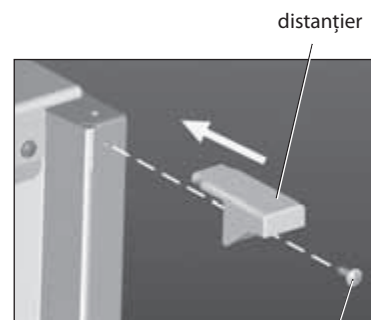

Figura 5
- în conformitate cu Figura 5 instalați și fixați fiecare distanțier cu șurubul cu ajutorul șurubelniței.